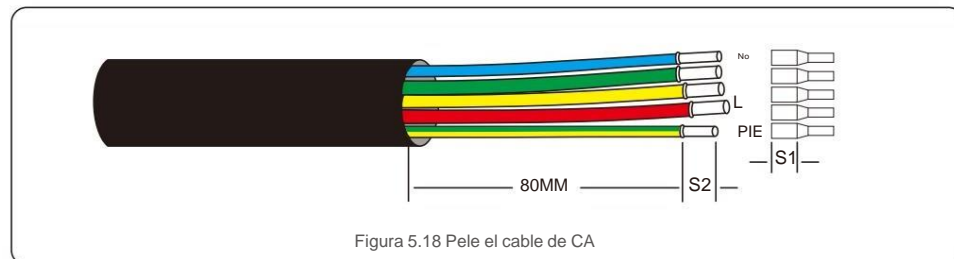

Figura 5.18 Pele el cable de CA
1. Pele el extremo de la cubierta aislante del cable de CA unos 80 mm y luego pele el extremo de cada cable. (como se muestra en la figura 5.18)